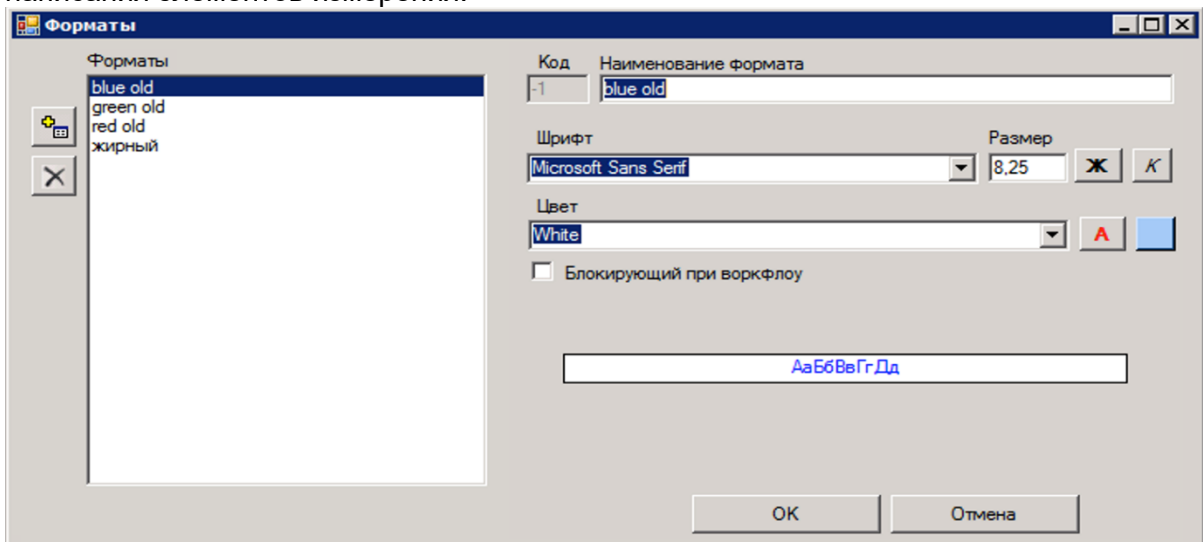

Рисунок 8. Окно **Форматы**.
- Форматы – открывает диалоговое окно (Рисунок 8), в котором можно настроить формат написания элементов измерения.